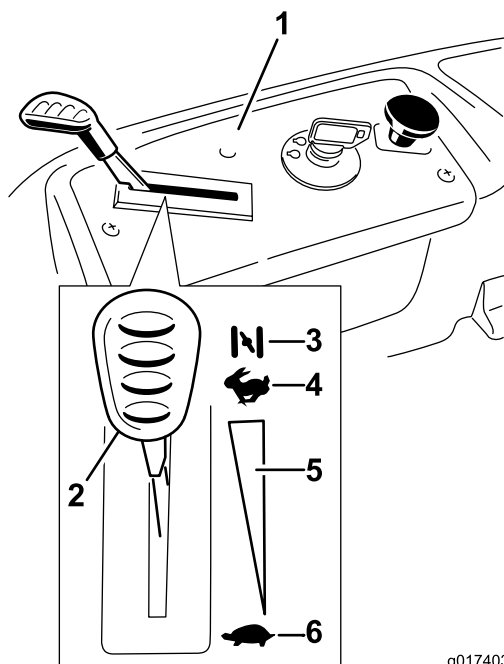

Figura 12
3. Mueva la palanca del acelerador a la posición Estárter antes de arrancar el motor si éste está frío (Figura 12).
5. Cuando el motor arranque, mueva el acelerador a la posición Rápido (Figura 12). Si el motor se cala o funciona irregularmente, vuelva a colocar el acelerador en Estárter durante unos segundos. Repita este procedimiento tantas veces como sea necesario.
3. Gire la llave de contacto a la posición de Desconectado (Figura 12) y retire la llave.